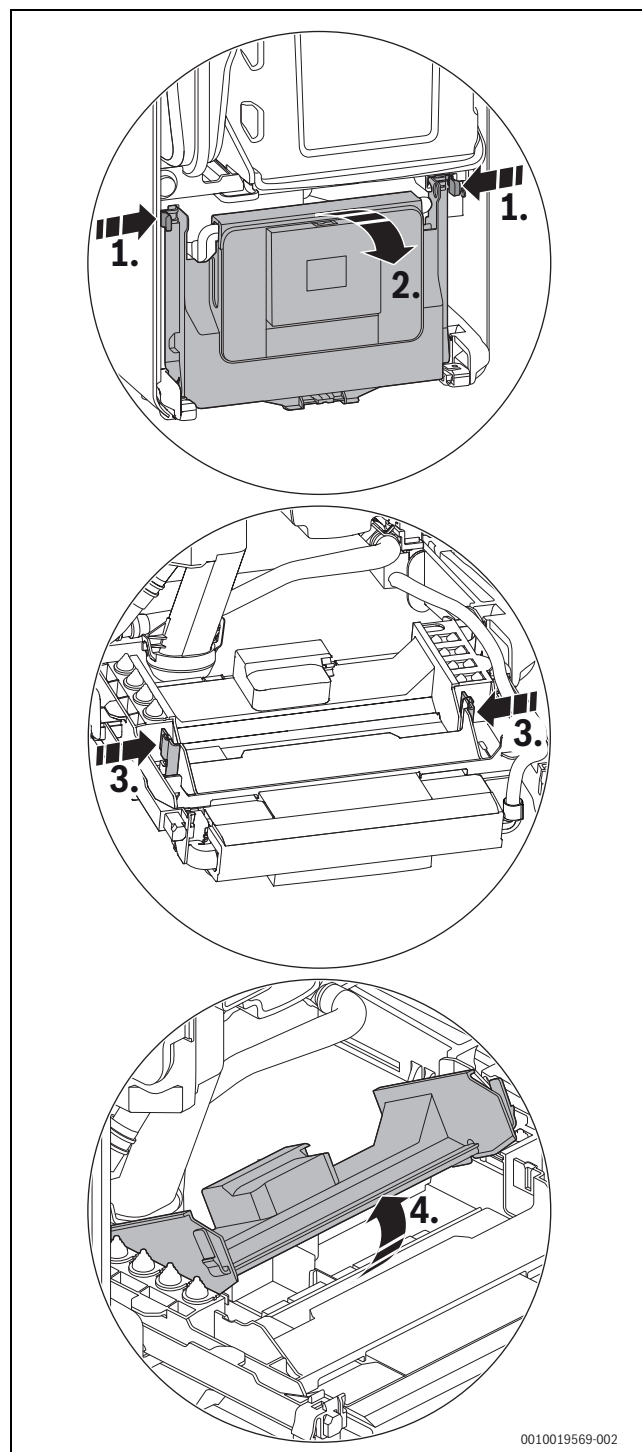

Fig. 78 Deschiderea capacului
► Rabatați dispozitivul de comandă în jos (→ Fig. 78, pagina 45).